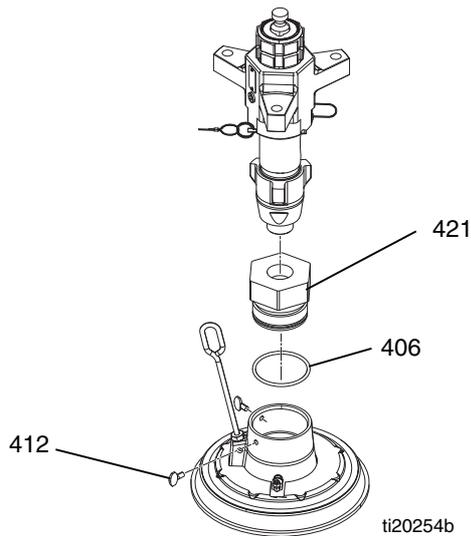

Рис. 15
1. Нанесите смазку на уплотнительное кольцо (406) и установите его на переходник опорной емкости (421). См. Рис. 15.
2. Нанесите герметик для труб на резьбу впускного отверстия насоса и навинтите резьбу на переходник (421).
3. Ослабьте барашковые винты (412) и аккуратно опустите насос на опорную емкость.
4. Затяните барашковые винты (412), чтобы закрепить опорную емкость на переходнике.